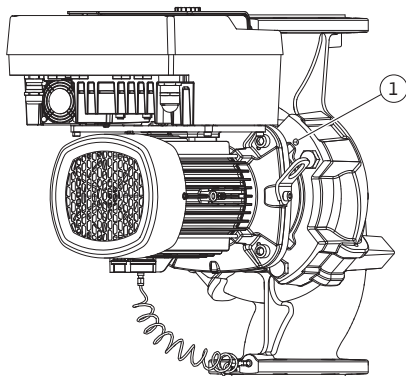

Fig. 11: Tryck bort instickssatsen via gänghålen (DN 100...DN 125)
5. Lossa instickssatsen (se Fig. 4) från pumphuset. Lossa för detta alla skruvar (DN 32...DN 80: Fig. I, pos. 29; DN 100...DN 125: Fig. II, pos. 29). Tryck bort instickssatsen från pumphuset. För DN 80...DN 125, använd de två gänghålen (Fig. 11, pos. 1). Skruva in M10-skruvar av lämplig längd i gänghålen för att lossa fästet.
5. Tryck bort instickssatsen (se Fig. 4) från pumphuset. Använd de två gänghål (se Fig. 11) för detta. Skruva in M10-skruvar av lämplig längd i gänghålen för att lossa fästet.
7. Lossa de två fastsittande skruvarna på skyddsplattan (Fig. II, pos. 27) och ta bort skyddsplattan.
8. För in en blocknyckel med nyckelvidd på 27 mm i lanternans öppning och håll fast axeln mot nyckelytorna (Fig. II, pos. 16). Skruva ur pumphjulsmuttern (Fig. II, pos. 22). Lossa pumphjulet (Fig. II, pos. 21) från axeln med en avdragare.
9. Lossa differenstrycksgivarens hållplatta (Fig. I, pos. 13) från motorflänsen genom att lossa skruven (Fig. II, pos. 10). Låt differenstrycksgivaren (Fig. I, pos. 8) med hållplatta (Fig. I, pos. 13) hänga på tryckmätningaledningarna (Fig. I, pos. 7). Koppla vid behov från differenstrycksgivarens anslutningskabel i elektronikmodulen.
10. Lossa skruvarna (Fig. II, pos. 10 och pos. 10a).
11. Lossa lanternan från motorcentreringen med en tvåarmsavdragare (universalavdragare) och dra bort den från axeln. Den mekaniska tätningen (Fig. I, pos. 25) tas bort samtidigt. Se till att lanternan inte hamnar snett.
12. Om den mekaniska tätningen har skadats trycker du ut motringen (Fig. I, pos. 26) ur fästet i lanternan. Placera en ny motring i lanternan.